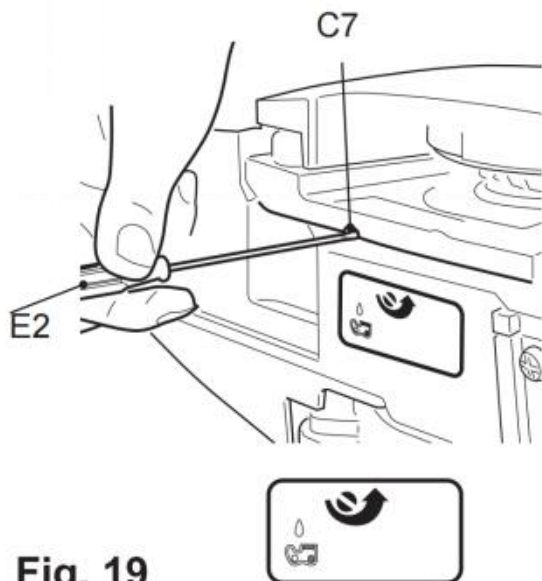

Fig. 19
- 4) Gire el tornillo de ajuste (C7) del engrasador en la parte inferior del producto para ajustar el flujo de aceite de la cadena con la multiherramienta (E2) (Fig. 19).